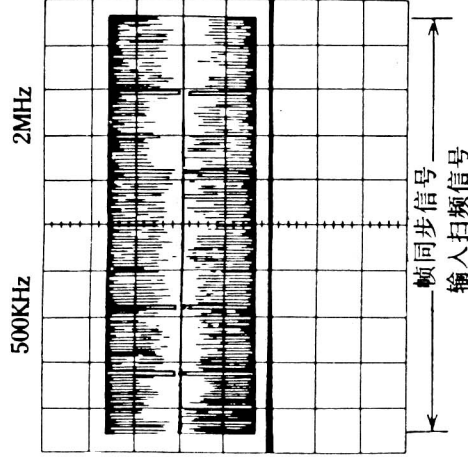

图14
③ 调节示波器使其显示的波形周期大于1帧(V)(垂直同步), 如图14所示;